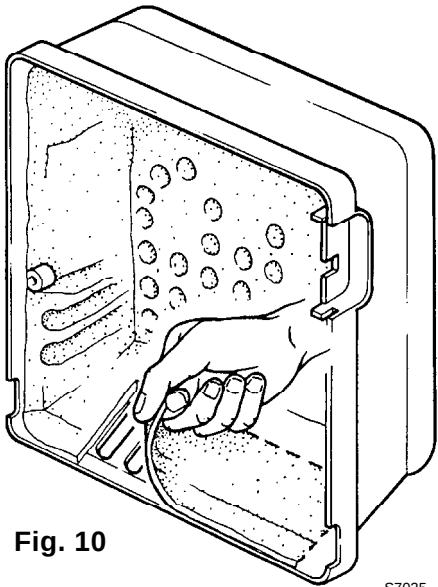

Fig. 10
- C** Dans le modèle BS4D type 918T1, pour garantir le fonctionnement avec une puissance de 220 ÷ 250 kW, enlever l'insonorisant pré-découpé pour libérer les fentes supplémentaires d'entrée de l'air dans le capot (voir fig. 10).